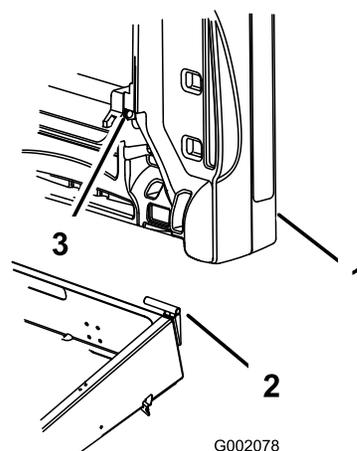

Figura 9
3. Deslice el taladro de montaje de la plataforma de carga sobre el soporte del pivote (Figura 9).